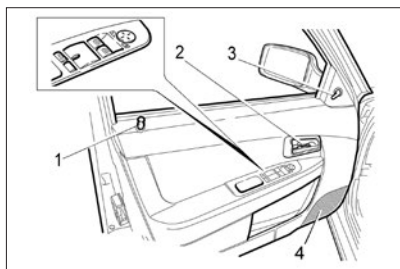

Рис. 7. Передняя левая дверь
**В варианном исполнении** применяется комплектация дверей, показанная на рис. 7 и 8: